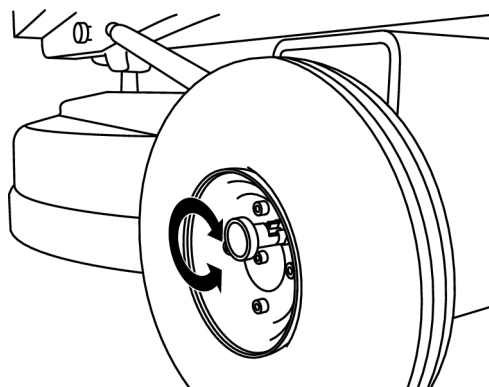

Figura 4-4. Girar 90 grados
2. Girar el pasador de bloqueo 90 grados y soltarlo en posición fijada, ver Figura 4-4, página 19.